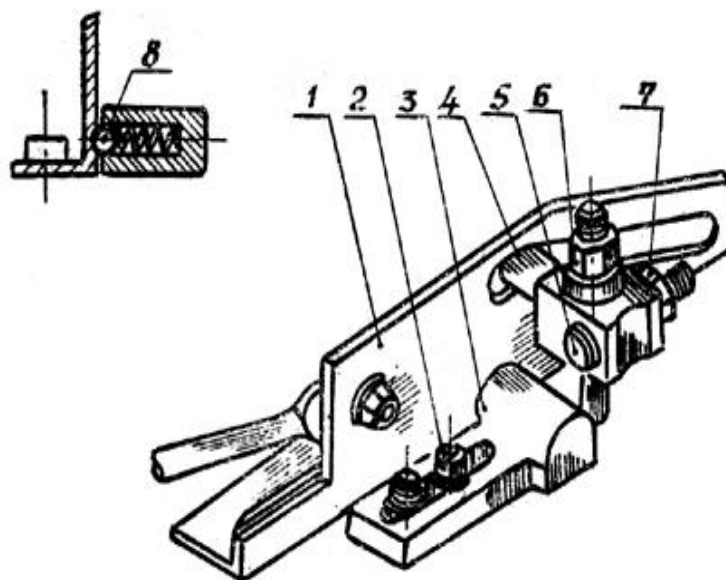

Рис. 14. Регулировка механизма реверса.
8.3. Регулировка механизма реверса (рис. 14)